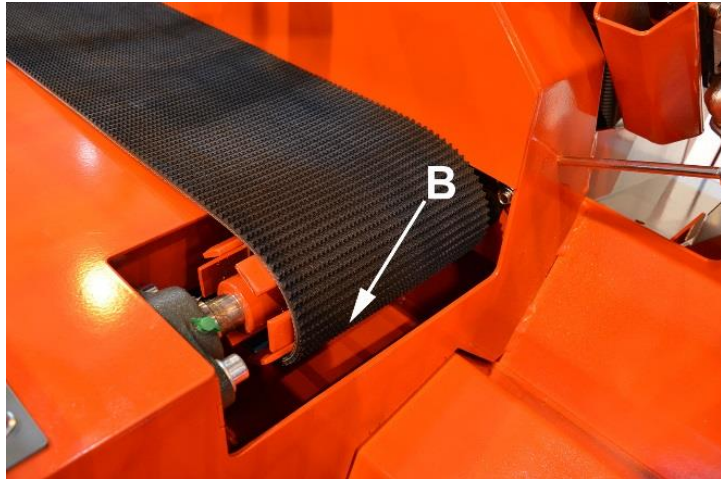
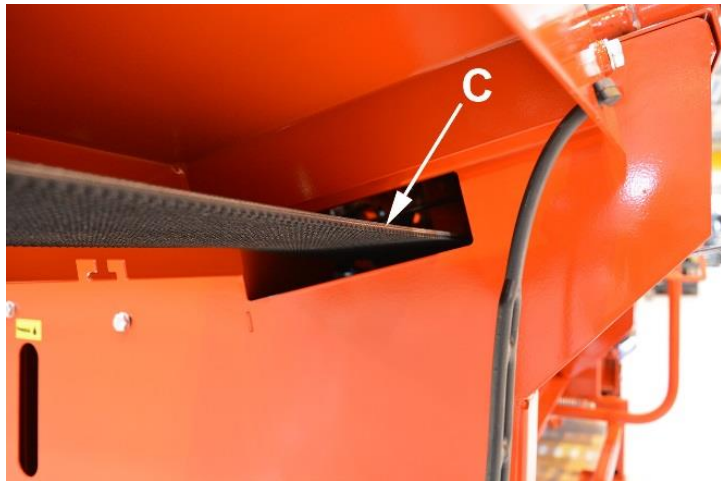

Bild 32.
Bild 33.
6. Montera det nya bandet från inmatningstransportörens dragrulle genom hålet B (bild 32) tills du kan dra det från andra hållet C (bild 33). Obs! Avlägsna vid behov inmatningstransportörens skydd enligt anvisningarna i punkt 4.5.